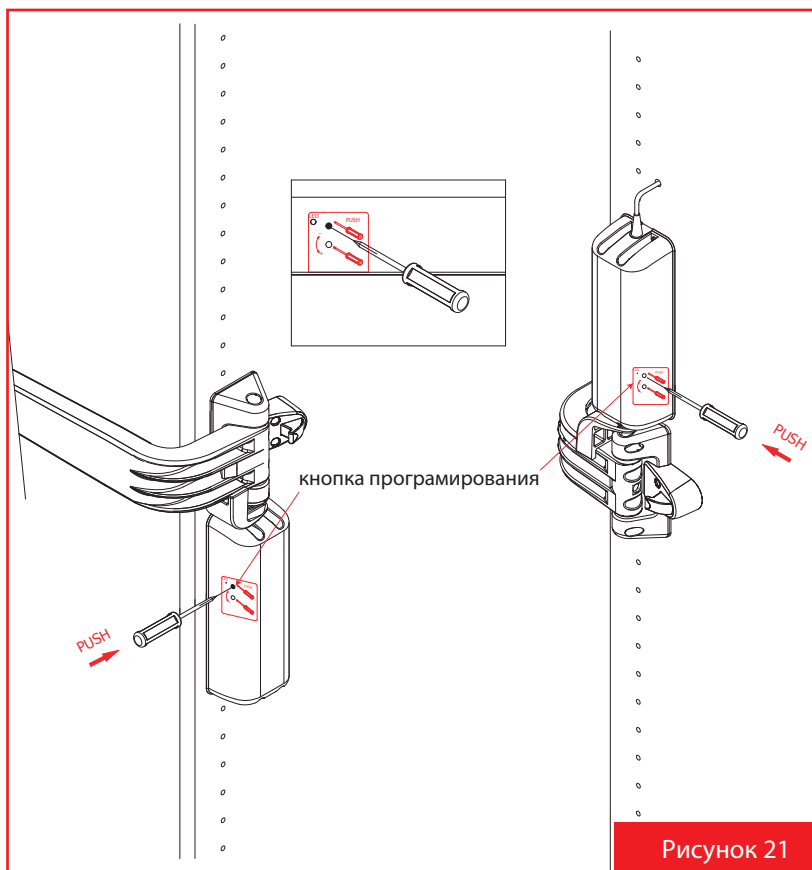

Рисунок 21
- 4.Нажмите на кнопку программирования (M), расположенную на моторном блоке. После того, как включится LED сигнал (L) отпустите кнопку (рис.21).